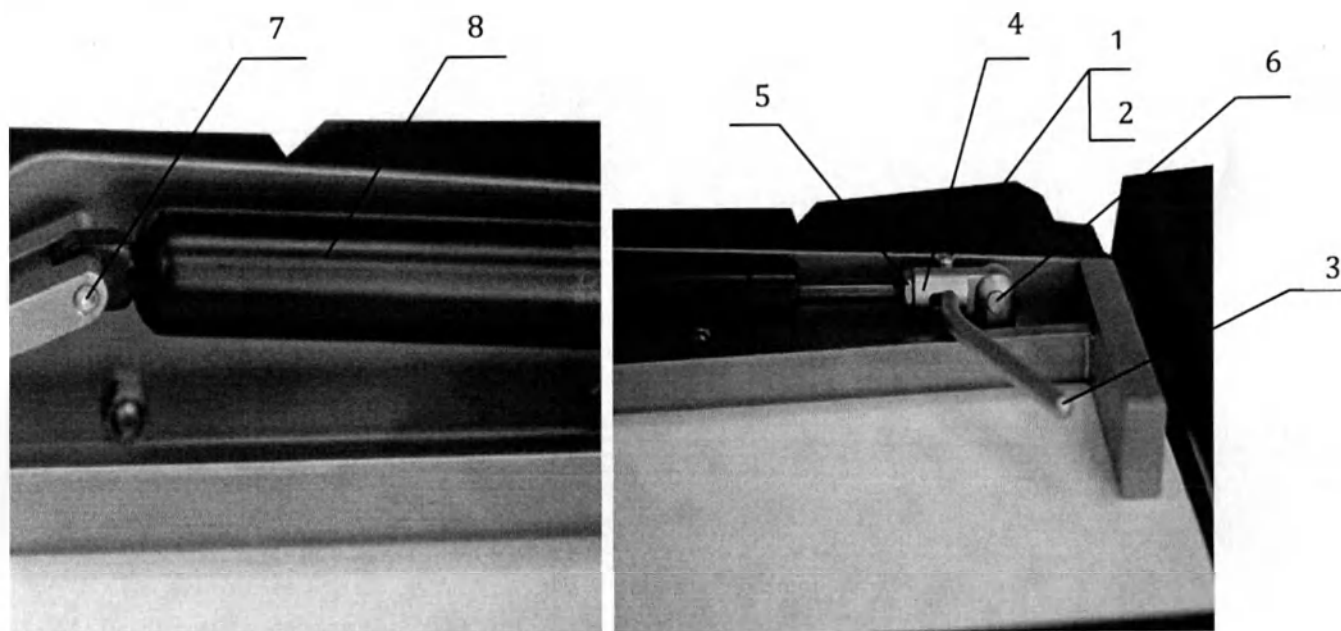

Рисунок 14. Замена газовых пружин панели стола.
12.4.1 Отверните винты 1 (Рисунок 14) и втулки 2.